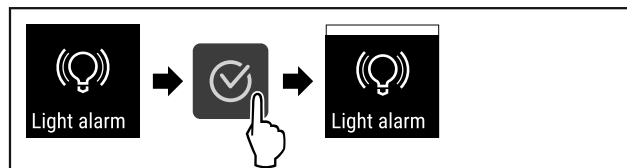

Fig. 98
- Handlungsschritte (siehe Fig. 98) durchführen.